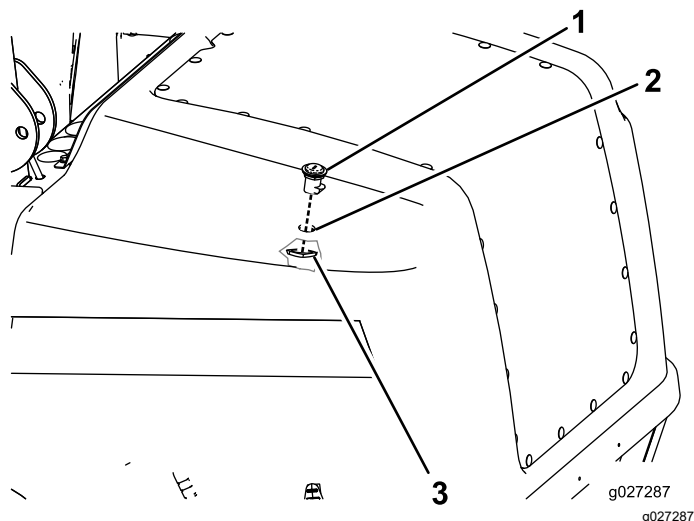

**Figura 3**
4. Installate il supporto del fermo, come mostrato nella Figura 3.
9. Installate il supporto del fermo sul telaio (Figura 3).